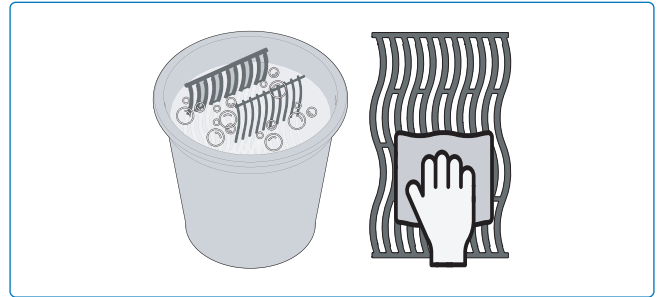

Abb. 17
2. Spülen Sie mit heißem Wasser ab und trocknen Sie gründlich mit einem weichen Tuch, um Rost zu verhindern (**Abb. 17**).